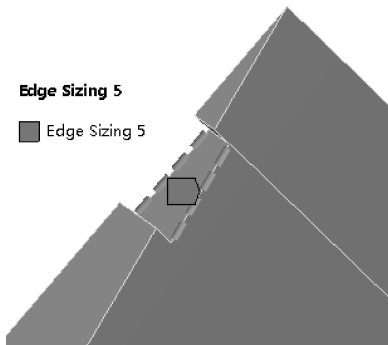

图 11-88 定义喷口端面与两侧面交线处尺寸
(6) 在标准工具栏中单击 ，选择喷口端面与两侧面交线，然后右键单击【Mesh】→【Insert】→【Sizing】，【Edge Sizing】→【Details of “Edge Sizing” -Sizing】→【Definition】→【Type】= Number of Divisions，【Number of Divisions】= 5；【Advanced】→【Size Function】= Uniform，【Behavior】= Hard，【Bias Type】= No Bias，其他默认，如图 11-88 所示。